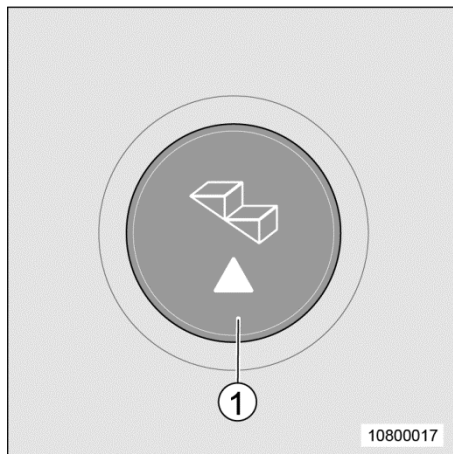

Fig. 8 Commutateur sur le modèle T
1. Appuyer sur le bouton-poussoir (Fig. 8/1) et le marche-pied rentre complètement.